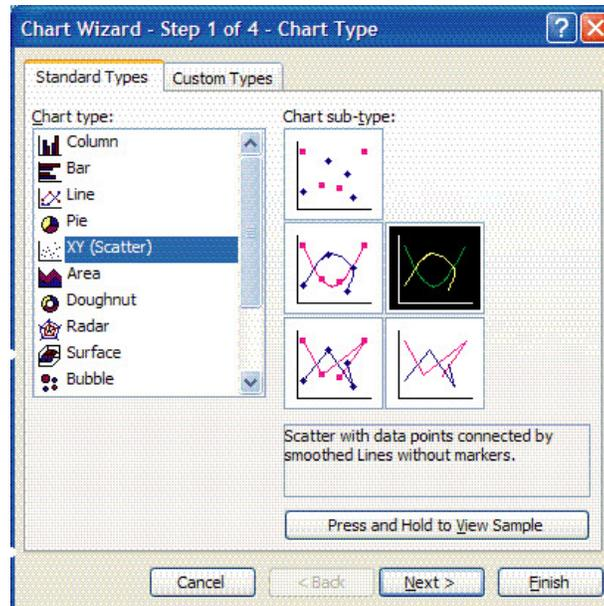

Figura 3-10 Asistente para gráficos. Ventana del paso 1
5. Haga clic en el botón **Asistente para gráficos**  de la **barra de tareas**. El **asistente para gráficos** se debería abrir, como se muestra en la Figura 3-10.